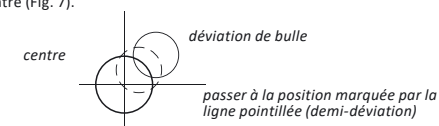

Fig. 7
- Tournez les vis de levage pour ramener la bulle à mi-chemin vers le centre (Fig. 7).
- Compensez la seconde moitié de la déviation en tournant les deux vis de réglage (Fig. 7).